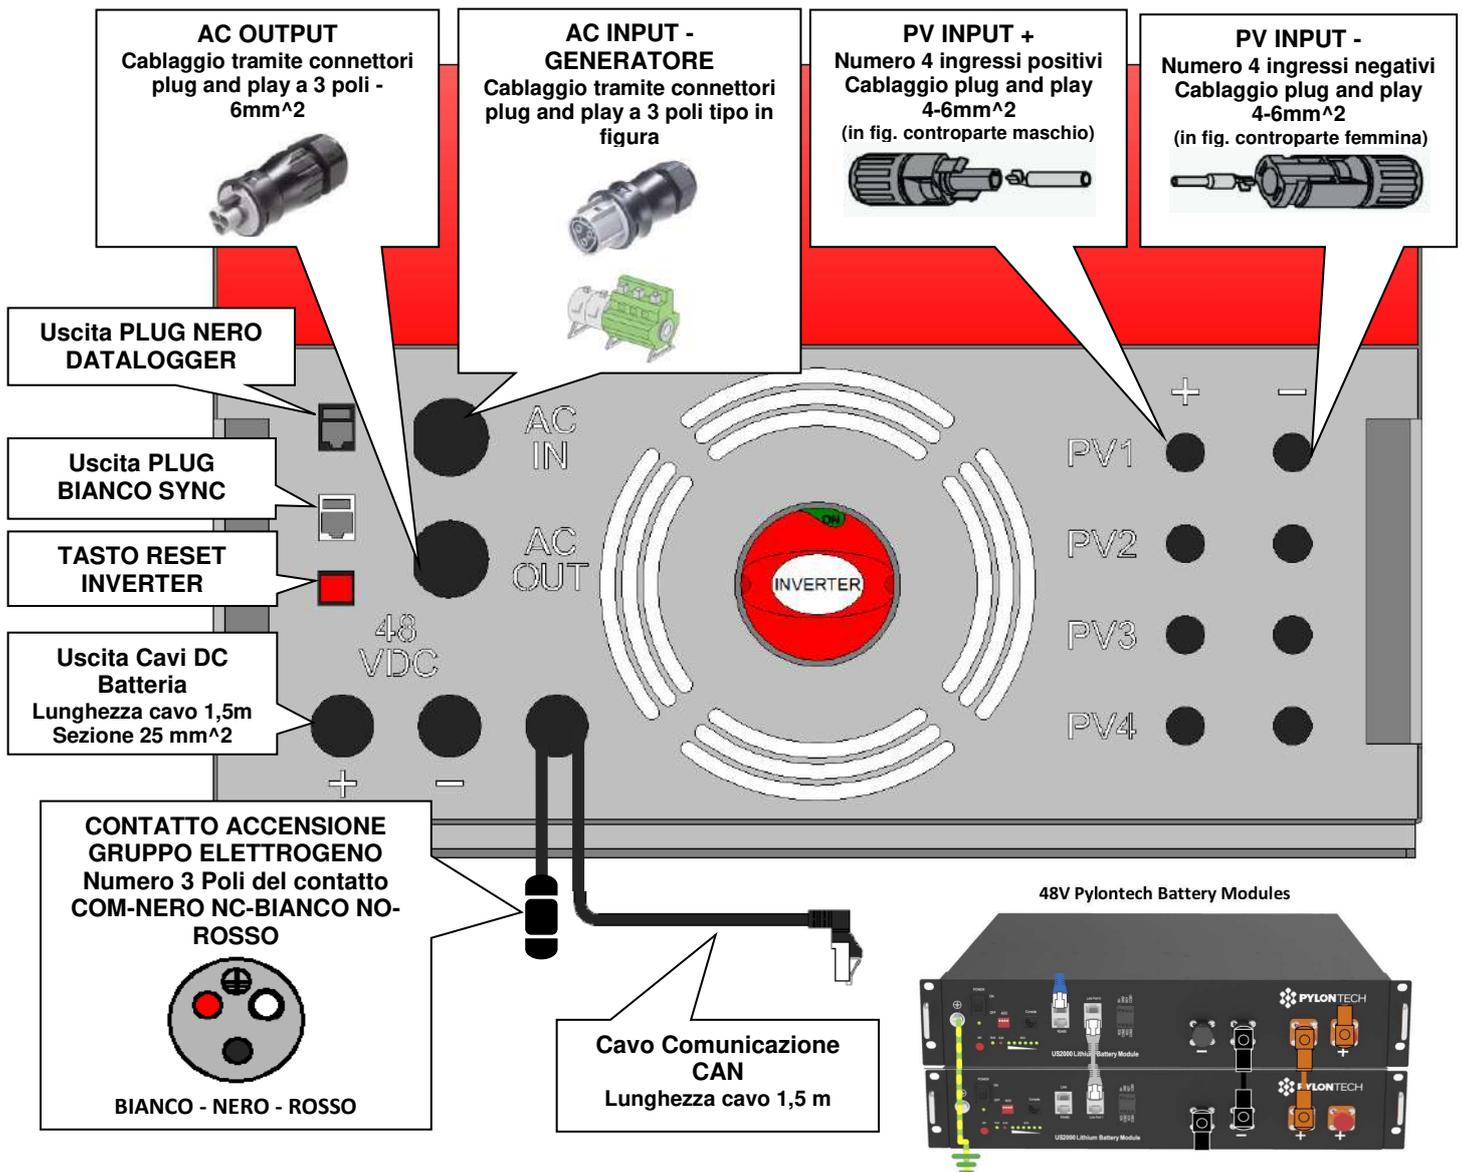

Fig.12 Cablaggio
**ATTENZIONE:** in caso di **BLOCCO** dell'inverter, nessuna tensione di alimentazione sull'uscita **AC-OUT**, causa una delle tre condizioni di anomalia indicate in Tab.4, è necessario un **RIAVVIO** dell'apparecchio, attraverso la pressione del tasto di **RESET** presente alla base dell'apparecchio (Fig. 12).
Appena realizzati i collegamenti come in *Fig. 12* è necessario procedere avviamento e collaudo del sistema: